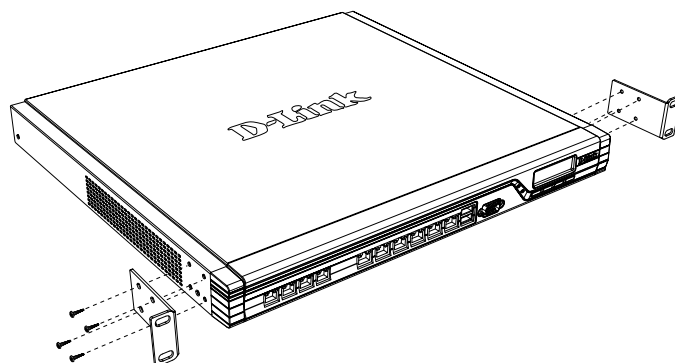

Figure 6. Fixation des supports de montage en bâti
1. Montez les supports de montage de chaque côté du châssis comme indiqué sur la figure 6, puis fixez-les à l'aide des vis fournies.